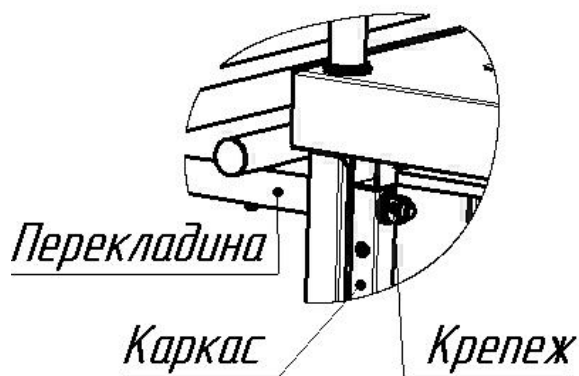

Рис.4 – Установка перекладины
- установите перекладины резьбовыми осями в отверстия на фронтальной стороне изделия так, чтобы монтажные отверстия поперечин «смотрели» вверх, и закрепите их с помощью комплекта крепежа М12 на каркасе изделия (рис.4);